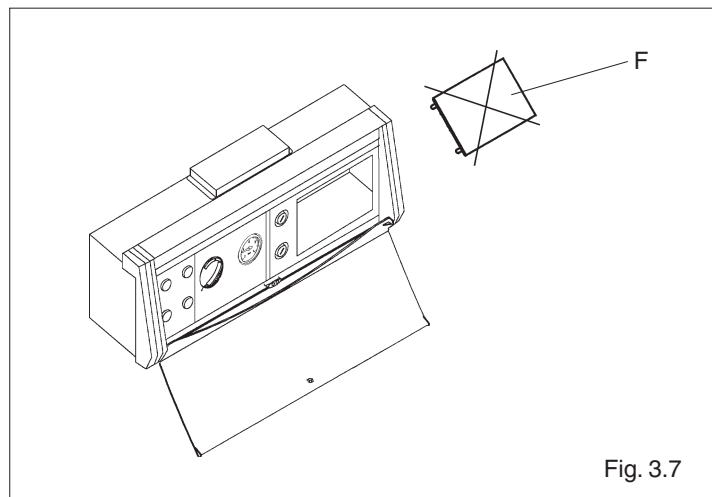

Fig. 3.7
- rimuovere la copertura (F) aiutandosi con un cacciavite (fig. 3.7)